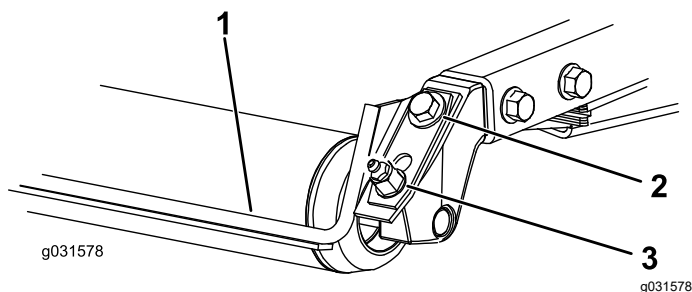

Figura 21
1. Desaperte o bocal de lubrificação e o parafuso de fixação (Figura 21).